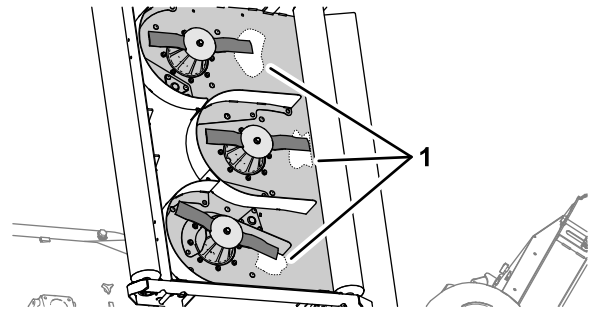

Figure 65
2. Nettoyez le dessous du plateau de coupe, sur la surface adjacente au bord de coupe, à l'arrière de la lame (Figure 65).